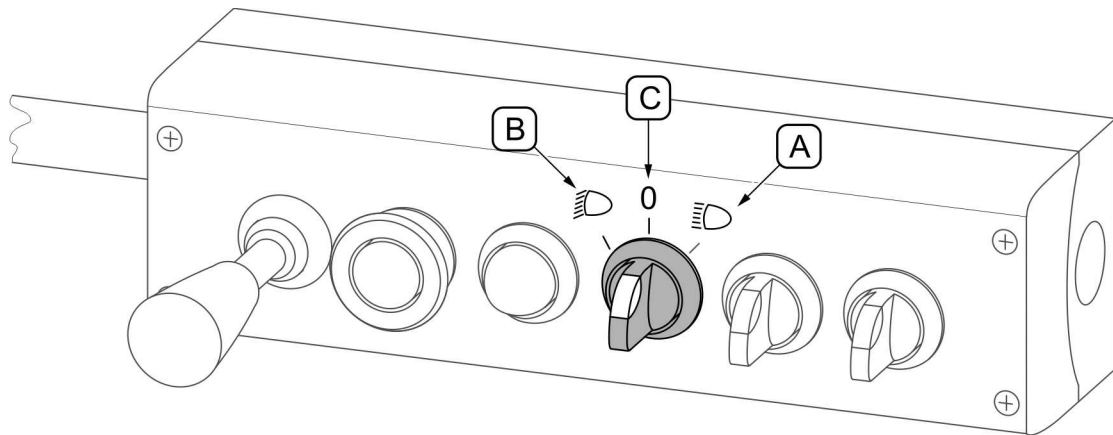

BILD 4.12 **Schalter für Zusatzbeleuchtung**
Ein Schalter für Zusatzleuchten (BILD 4.12) steuert die Leuchten an den Pflugaufhängungen. Wenn der Schalter ganz nach links (B) gestellt wird, wird das Abblendlicht eingeschaltet, wenn der Schalter ganz nach rechts (A) gestellt wird, wird das Fernlicht eingeschaltet. In der Mittelstellung (C) werden die Zusatzleuchten komplett abgeschaltet (*außer den Umrissleuchten, die durch den Hauptschalter ausgeschaltet werden*).